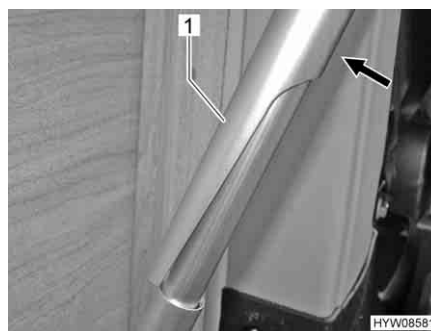

Fig. 34 Piede di sostegno, sbloccato
- Spingere la parte superiore del piede del tavolo (Fig. 34,1) verso la parete esterna (Fig. 34).